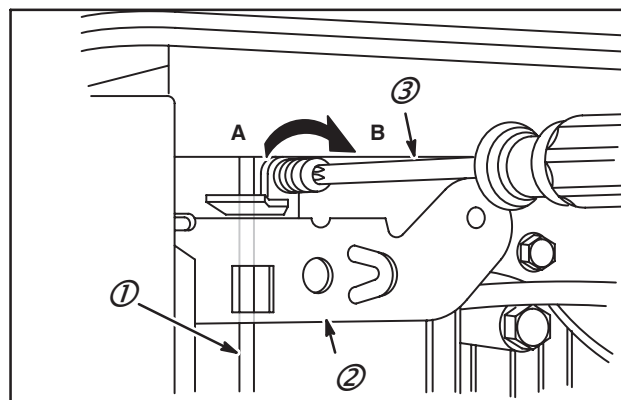

Fig. 56
1. Placer l'accélérateur en position FAST et introduire une tige de 3,18 mm (1) au travers des orifices du support (2) et du levier de commande du carburateur.
2. Lancer le moteur et, à l'aide d'un tournevis Torx® T 20 (3), régler le régime maximum à vide en tournant la vis dans le sens horaire pour diminuer (B) et anti-horaire pour l'augmenter (A), Fig. 56.